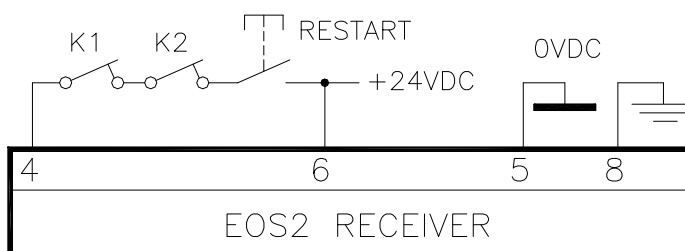

Figura 20 – Manuale con controllo K1K2
- ⚡ Nel caso di funzionamento manuale, inoltre si rende necessaria la presenza del pulsante di RESTART in serie ai contatti N.C. (feedback) dei contattori esterni K1/K2 (Figura 20).